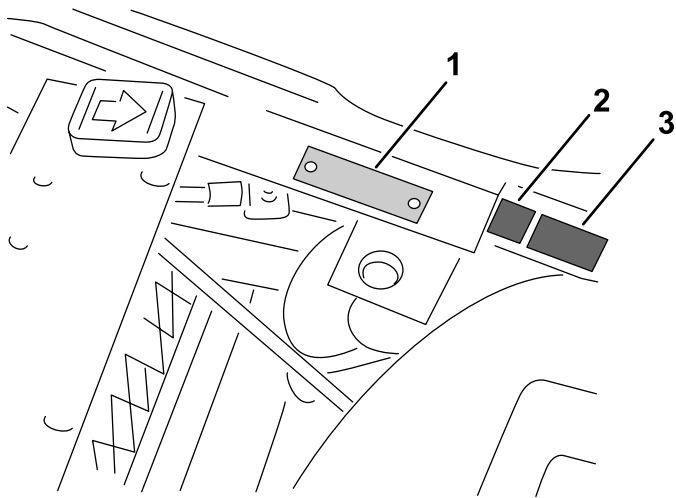

図 11
- CE マークステッカーと製造年ステッカーを、フットレストサポートにあるシリアル番号プレート付近に貼り付ける 図 11。